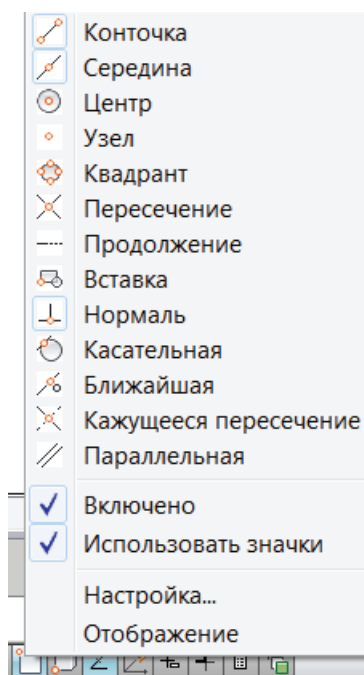

Рис. 47. Объектная привязка
- ◆ выберите необходимые режимы привязки (рис. 47).